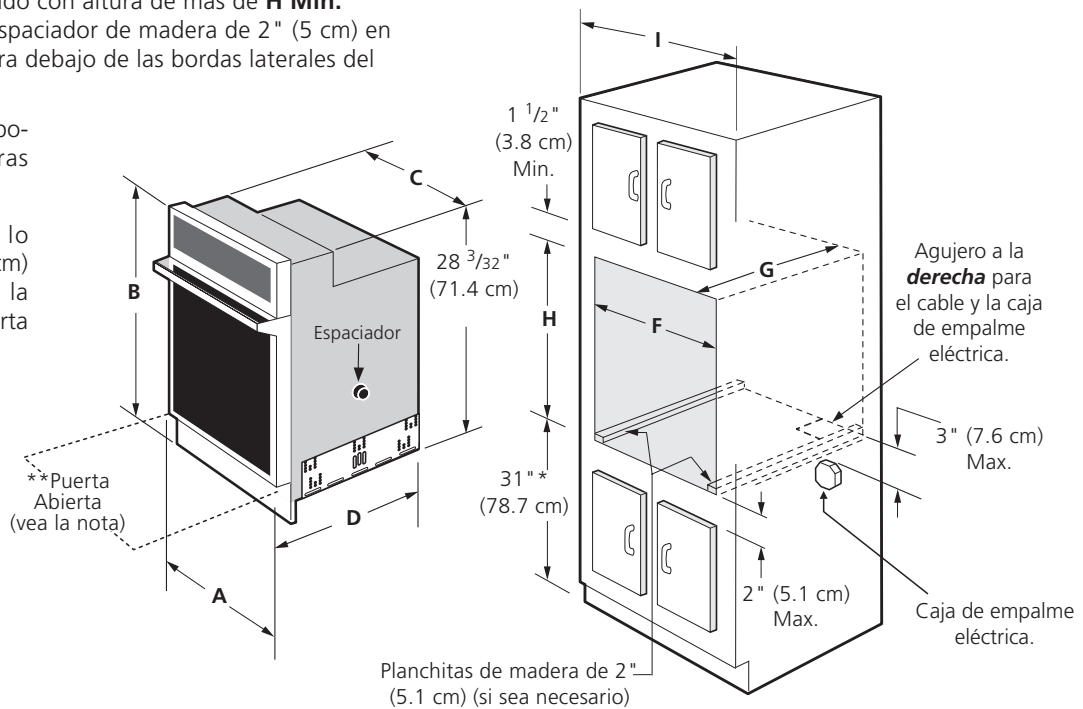

Figura 1
Consulte la Figura 1 para conocer las dimensiones pertinentes al modelo de su horno y al espacio necesario en el que poner el horno. La superficie donde se va a apoyar el horno debe de ser de madera contrachapada sólida u otro material similar y, sobre todo, la superficie tiene que estar a nivel, de lado a lado, y de atrás hacia adelante.
2. Este electrodoméstico debe conectarse a la caja de fusibles (o de cortocircuito), por medio de un cable blindado flexible o un cable con forro no metálico. El cable blindado flexible que va desde el electrodoméstico debe de estar conectado directamente a la caja de empalme. La caja de empalme debe de estar localizada en el lugar que se indica en la Figura 1, dejando tanto exceso de cable como sea posible entre la caja y el electrodoméstico, de forma que así el electrodoméstico se pueda mover fácilmente, si fuera necesario para hacer una reparación.
La altura del horno puede ser ajustada usando espaciadores de madera de 2" (5 cm) de ancho, cuando sea necesario para adecuarlo a una apertura existente en un gabinete, y cuando la altura de esta apertura exceda la H Min. dimensión (vea la figura 1).